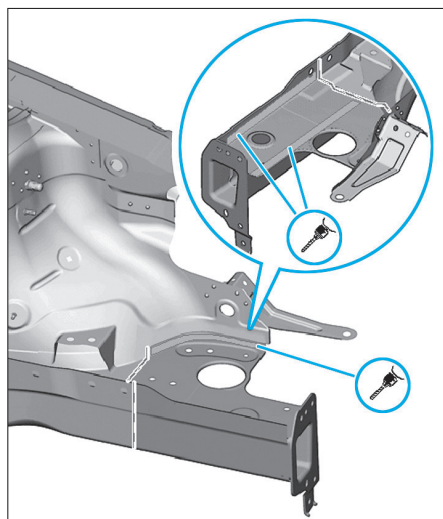

FIG. 14
- Dépointer et couper le longeron (Fig.14).